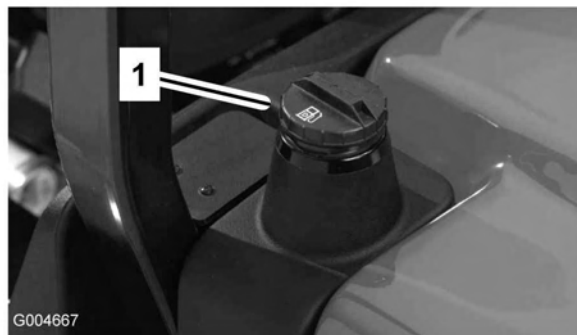

Figure 8
1. Enlevez le bouchon du réservoir de carburant (Figure 8).